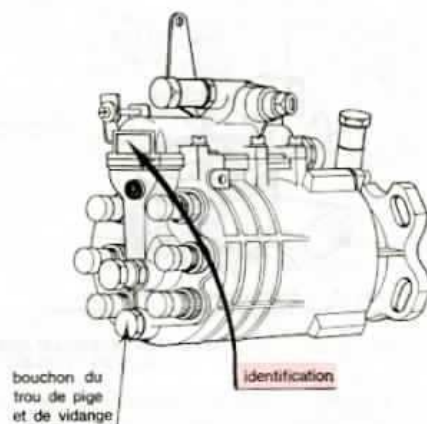

Fig. 30.
- Déposer la vis de vidange située à la partie inférieure de la tête hydraulique (fig. 30).